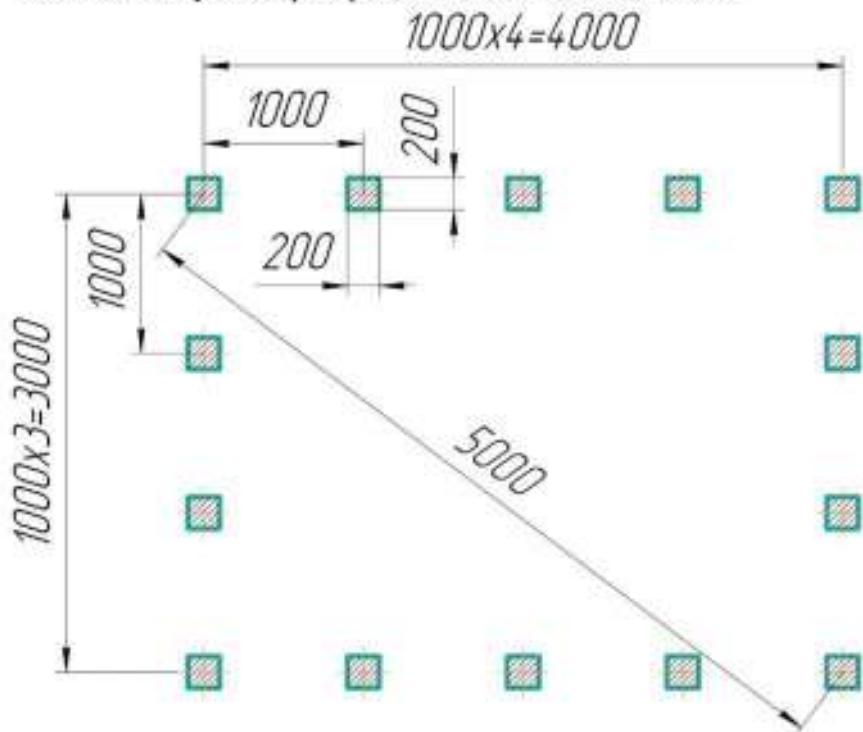

Рисунок 4
6. Установите собранную дугу с удлинителями в подготовленные углубления по схеме разметки для теплицы **Рисунок 4**;